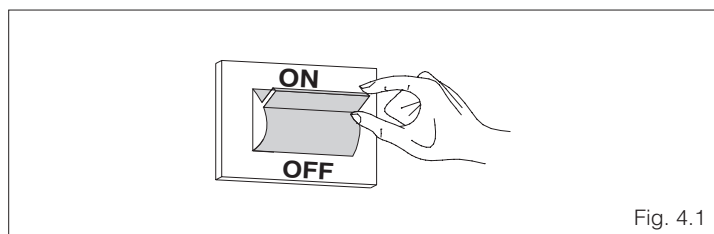

Fig. 4.1
- Situar el interruptor general de la instalación en "encendido" (fig. 4.1)